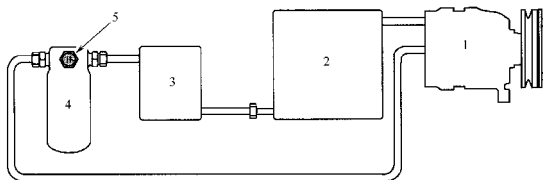

图 5-5 空调系统示意图
23. 如图 5-5 所示，部件专家 A 说标有序号 3 的部件是蒸发器。部件专家 B 说标有序号 1 的部件是压缩机。谁是正确的？